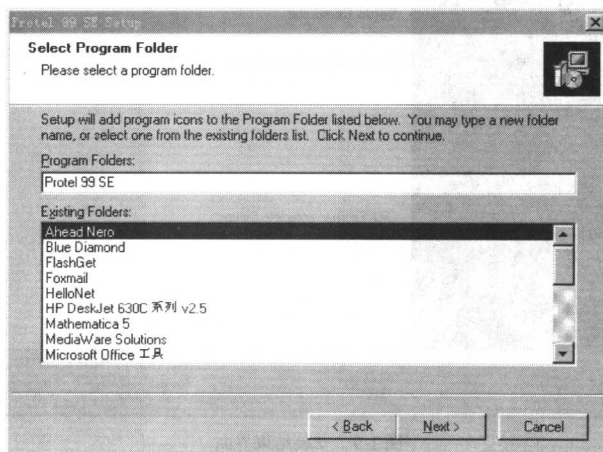

图 1-6 将程序的图标添加到列表中
- (5) 单击  按钮，将出现如图 1-6 所示的对话框。